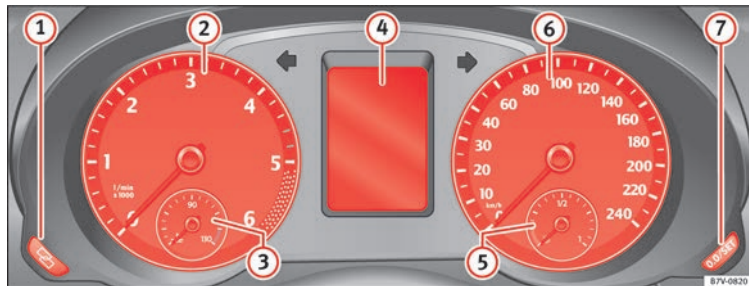

Abb. 117 Display des Kombi-Instrumentes in der Instrumententafel.
» Abb. 117:
① Stelltaste für die Uhr¹⁾
- Für weitere Einstellungen drücken Sie die Taste » Abb. 117 ⑦. Zum Schnelldurchlauf gedrückt halten.
② Drehzahlmesser (Umdrehungen Tausend pro Minute des laufenden Motors).
Der Drehzahlmesser bietet Ihnen gemeinsam mit der Schaltanzeige die Möglichkeit, den Motor Ihres Fahrzeugs in einem geeigneten Drehzahlbereich zu fahren. Der Beginn des roten Bereichs » Abb. 117 weist auf die maximale Motordrehzahl bei Betriebstemperatur hin. Vor Erreichen dieses Bereichs sollte in den nächsthöheren Gang geschaltet oder
Im Display des Kombiinstrumentes » **Abb. 117** ④ können je nach Fahrzeugausstattung verschiedene Informationen angezeigt werden:
» **Abb. 117** ④.